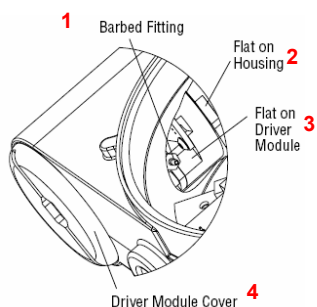

Рисунок 14. Завершенный соединитель задающего модуля
3. Вставьте пластинку или пруток в паз в крышки задающего модуля (рис. 14), поверните и снимите крышку.
9. Отверните три крепежных винта и снимите пластиковую крышку платы. (см. рис. 14).
10. Отсоедините гибкий шланг от завершенного соединителя задающего модуля. (см. рис. 14).
3. Отверните крепежный винт крышки золотникового клапана. Сдвиньте крышку назад, чтобы язычок вышел из паза. Снимите крышку золотникового клапана в сборе с плоской металлической крышкой, гидрофобным фильтром и уплотнительным кольцом. Эти детали можно не вынимать из крышки золотникового клапана. (рис. 14).